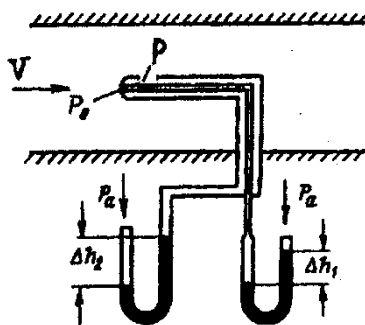

Рис. 2.1
**Задача № 27** Для измерения скорости воздушного потока используется трубка Пито - Прандтля с двумя отверстиями для измерения давления: динамическим  $p_0$  и статическим  $p$  (см. Рис. 2.1). Определить скорость воздушного потока, если показание дифференциального жидкостного манометра, подсоединенного к ним и залитого водой, равно 100 мм. Температура в потоке  $20^\circ\text{C}$ .